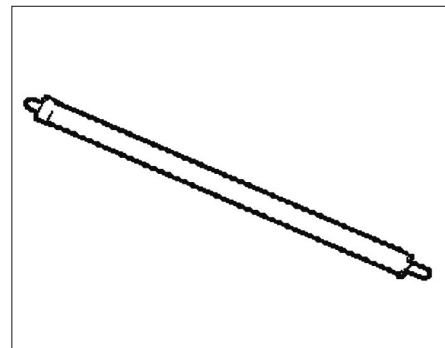

FIG. 32
- [1]. Outil de nettoyage des sièges d'injecteurs (réf. EN-47632) (Fig.32).